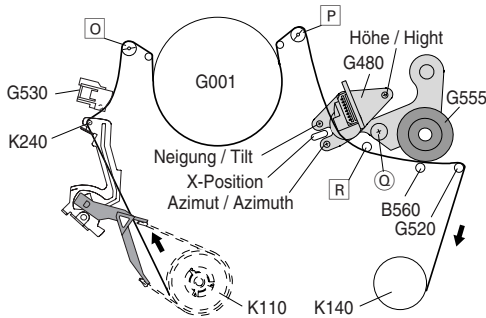
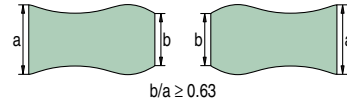

Fig. 21
Fig. 23
- Umlenkrollen  /  (Fig. 21) bei Bedarf so einstellen, dass das Band an diesen nicht bündelt.
- Neigungswinkel des Kombikopfes (G480) mit der Schraube "Neigung" (Fig. 21) so einstellen, dass das Band auf die Unterkante der Bandführung  (Fig. 21 / 22) aufsetzt. Das Band darf nicht an der Unterkante einrollen.
- Mit der Höheneinstellschraube ("Höhe", Fig. 21) maximale Ausgangsspannung einstellen.
- Mit der Azimuteinstellschraube ("Azimut", Fig. 21) maximale Ausgangsspannung einstellen.
- Schraube  (Fig. 21) lösen.
- Schraube  (Fig. 21) anziehen.
- Die Umlenkrollen  /  (Fig. 21) so einstellen, dass die FM-Pakete an der Bändeinlaufseite und der Bänderauslaufseite den Grenzwert  $b/a \geq 0,63$  (Fig. 23) einhalten.
- Die Umlenkrollen  /  (Fig. 21) so einstellen, dass die Hüllkurve der FM-Pakete möglichst geradlinig verläuft.
- linke Umlenkrolle  (Fig. 21) im Uhrzeigersinn drehen.
- rechte Umlenkrolle  (Fig. 21) im Uhrzeigersinn drehen.
- linke Umlenkrolle  (Fig. 21) entgegen dem Uhrzeigersinn drehen.
- rechte Umlenkrolle  (Fig. 21) entgegen dem Uhrzeigersinn drehen.
- Taste "Bildsuchlauf rückwärts" drücken und nach 15 Sekunden Taste "Wiedergabe". Nach weiteren 3 Sekunden muss die Amplitude der FM-Pakete wieder das Maximum erreichen und deren Hüllkurve geradlinig sein. Gegebenenfalls sind die Umlenkrollen  /  (Fig. 21) nachzustellen.